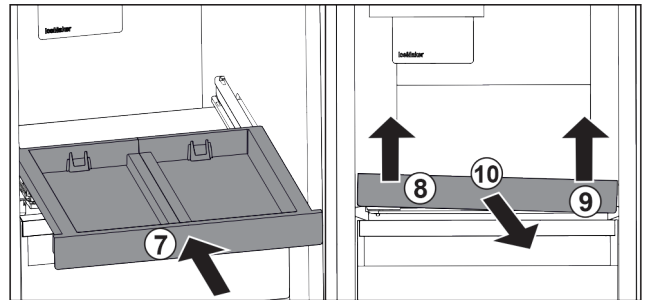

Fig. 82
- ▶ Inserire il ripiano estraibile. Fig. 82 (7)
- ▶ Sollevare il ripiano estraibile dalla parte anteriore a sinistra. Fig. 82 (8)
- ▶ Sollevare il ripiano estraibile dalla parte anteriore a destra. Fig. 82 (9)
- ▶ Rimuovere il ripiano estraibile tirandolo in avanti. Fig. 82 (10)